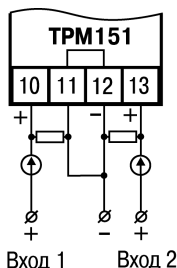

Рисунок 7.7 - Схема подключения активных датчиков типа "параметр—ток", "параметр— напряжение"
- 2) Активные датчики с выходным сигналом в виде тока (0...5 мА, 0...20 мА или 4...20 мА), в том числе датчики положения токового типа, можно подключать к прибору только после установки внешнего шунтирующего резистора (см. рисунок Б.1, рисунок 7.7). Резистор должен быть прецизионным (типа С2-29В, С5-25 и т. п., мощностью не менее 0,25 Вт, сопротивлением $100 \text{ Ом} \pm 0,1 \%$) и высокостабильным во времени и по температуре (ТКС не хуже $25 \cdot 10^{-6} \text{ } 1^\circ\text{C}$).